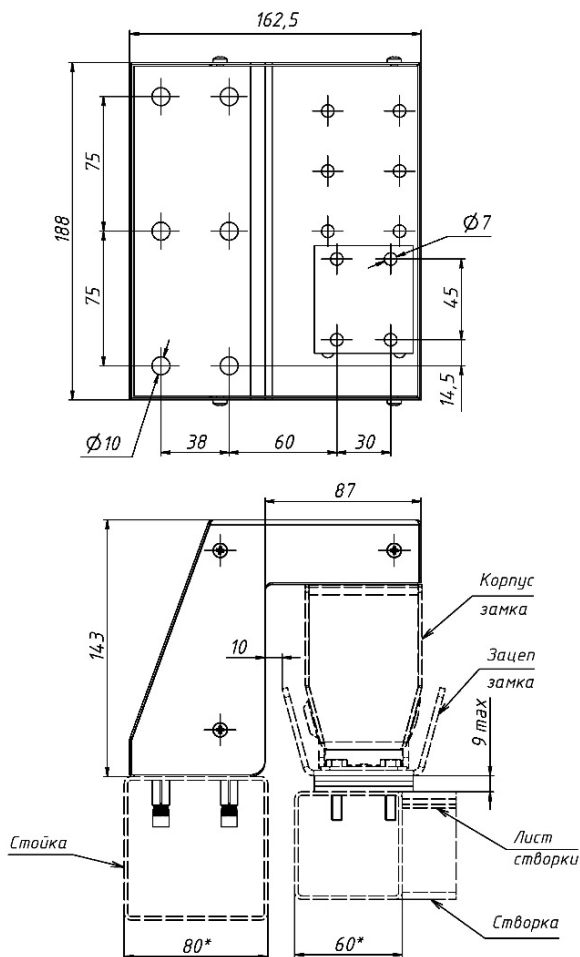

Рисунок 2
2.3 Разметить на стойке и створке места крепления (рисунок 2). Сверлить отверстия $\varnothing 10$ мм под кронштейн корпуса. Сверлить отверстия под гайки-заклепки М6 (в комплект поставки не входят) для крепления зацепа замка. Закрепить анкерами кронштейн корпуса при этом анкер удерживать ключом, затягивая болт анкера М6. Закрепить зацеп с регулировочными подкладками или без них болтами М6х30 на гайки-заклепки. Закрепить на кронштейне корпусную часть. Установить